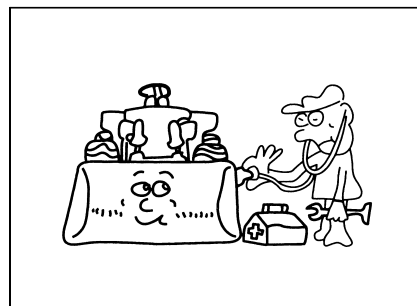

Рис. 1-59
- Внимательно отыскать дефекты, при возникновении дефекта следует немедленно сообщить связанному лицу для ремонта. Запрещается ремонтировать работающие детали (рис. 1-59).